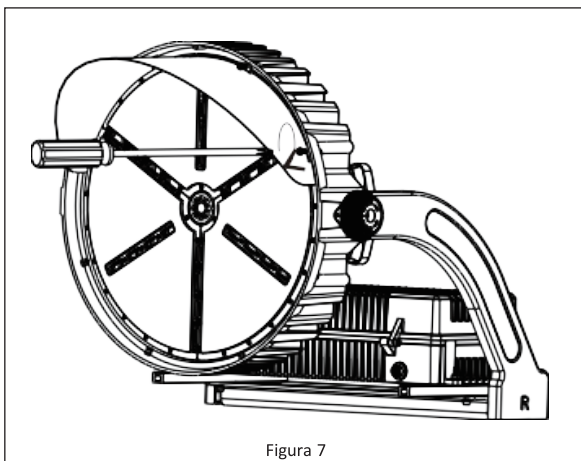

Figura 7
- Fija el protector de luz alineando los orificios de montaje del protector con la matriz de luces LED y luego instala los tornillos incluidos. **Ver Figura 7.**